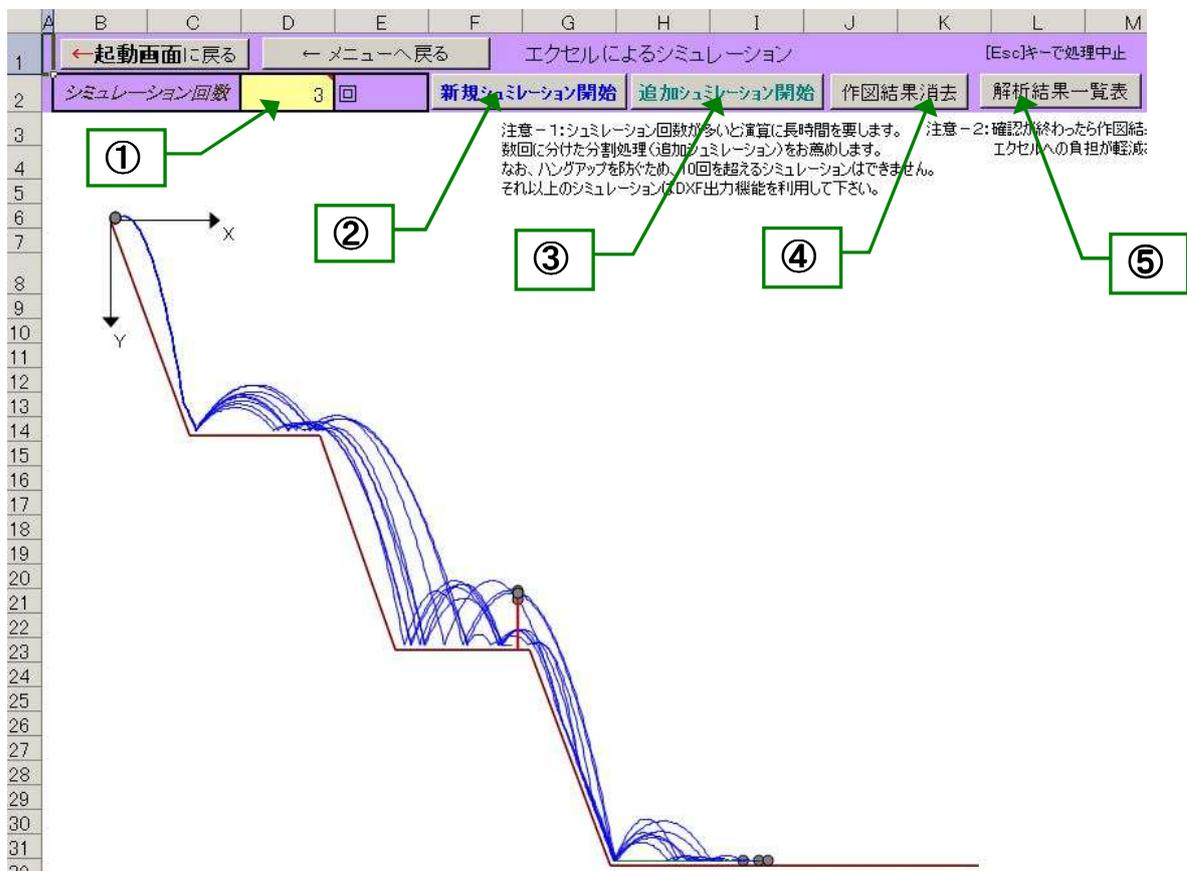

図 6-1 エクセルシミュレーション実行画面
- ⑤: シミュレーションが終わった後、「解析結果一覧表」ボタンを押すと解析結果一覧表示画面(図 6-1)に進みます。
⑦ 解析結果一覧表示画面
- ③: エクセルによるシミュレーション画面(図 6-1)に戻ります。
④: 解析結果一覧表を印刷します。